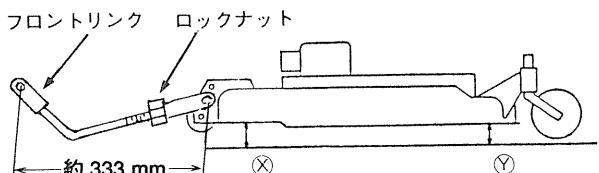

図38 モアの調整
- (1) モア本体が水平になっているか調べるために図 38 の(X)と(Y)を左右について測定してください。(X)と(Y)の差が 10mm になつていればモア本体が水平になっています。
- (2) もし調整が必要な場合には、フロントリンクでモア本体の前後の傾きを調整してください。フロントリンクを外し、ロックナットを緩め時計方向に回すとフロントリンクが縮み、モア本体が上がります。左右のフロントリンクで調整ができたらロックナットを締めてください。
- (3) もし大きく動かすことになったら前後の傾きを調整した後、再び左右の傾きをチェックしてください。
●フロントリンクの長さは図 38 に示すように約 333mm になるのが標準です。